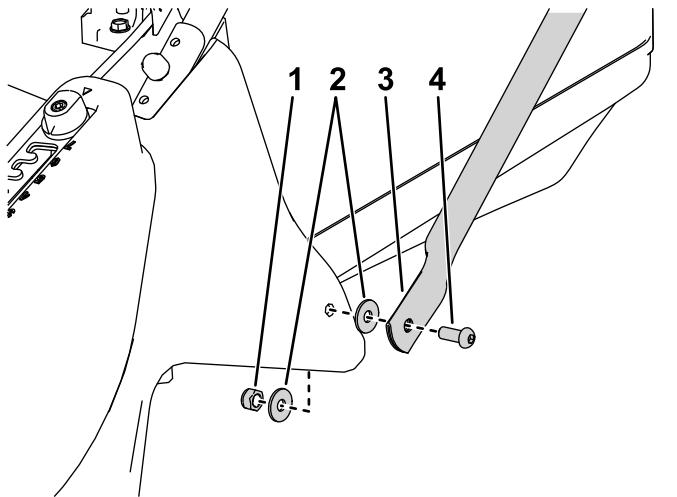

Figura 4
3. Instale la parte inferior de los manillares de tirante a cada lado de la carcasa del cortacésped con un perno, arandelas planas en el interior y en el exterior de la carcasa y una contratuerca (Figura 4).